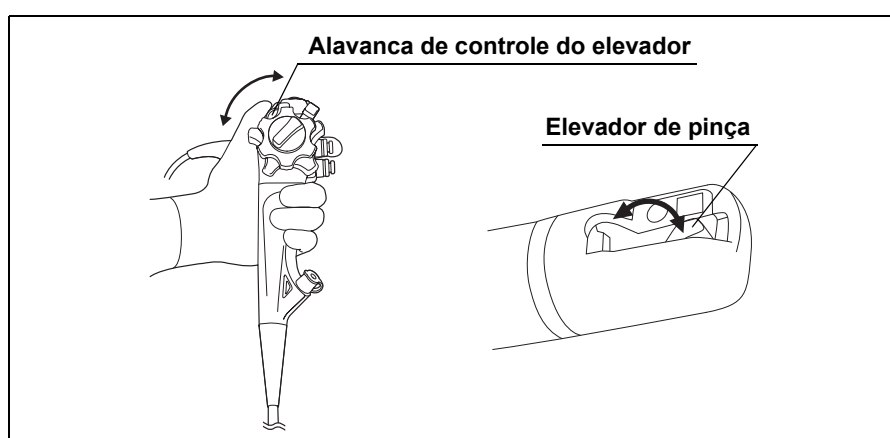

Figura 3.5
2. Ao observar o elevador de pinça na extremidade distal da seção de inserção, mova lentamente a alavanca de controle do elevador na direção “◀U” até que o operador a sinta pesada. Confirme se a alavanca pode ser operada suavemente e se o elevador de pinça é elevado suavemente. Além disso, confirme que o elevador de pinça permanece imóvel quando puxado de trás enquanto segura a alavanca de controle do elevador de forma que ela permaneça imóvel (consulte Figura 3.5).
3. Mova lentamente a alavanca de controle do elevador até o fim na direção oposta à direção “◀U”. Confirme que a alavanca pode ser operada suavemente e que o elevador de pinça abaixa suavemente (consulte Figura 3.5).